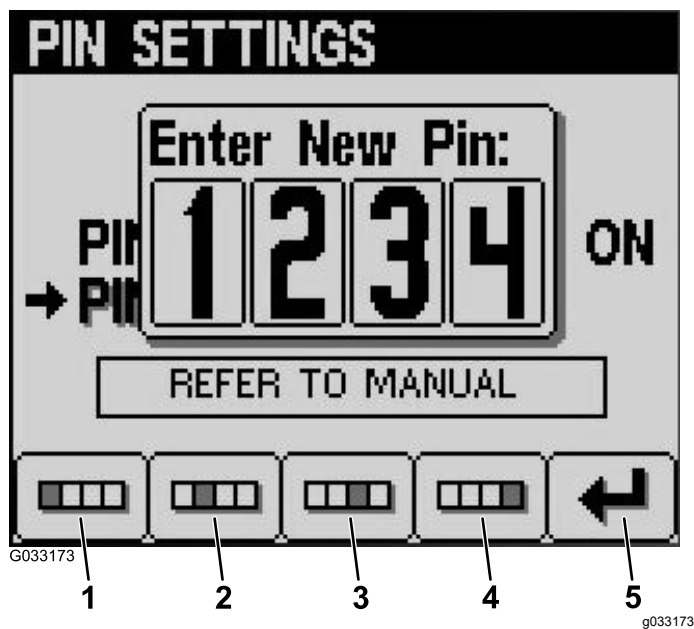

Figure 16
7. Saisissez le nouveau code PIN en utilisant les boutons 1 à 4 puis en appuyant sur le bouton 5 pour confirmer (Figure 16).